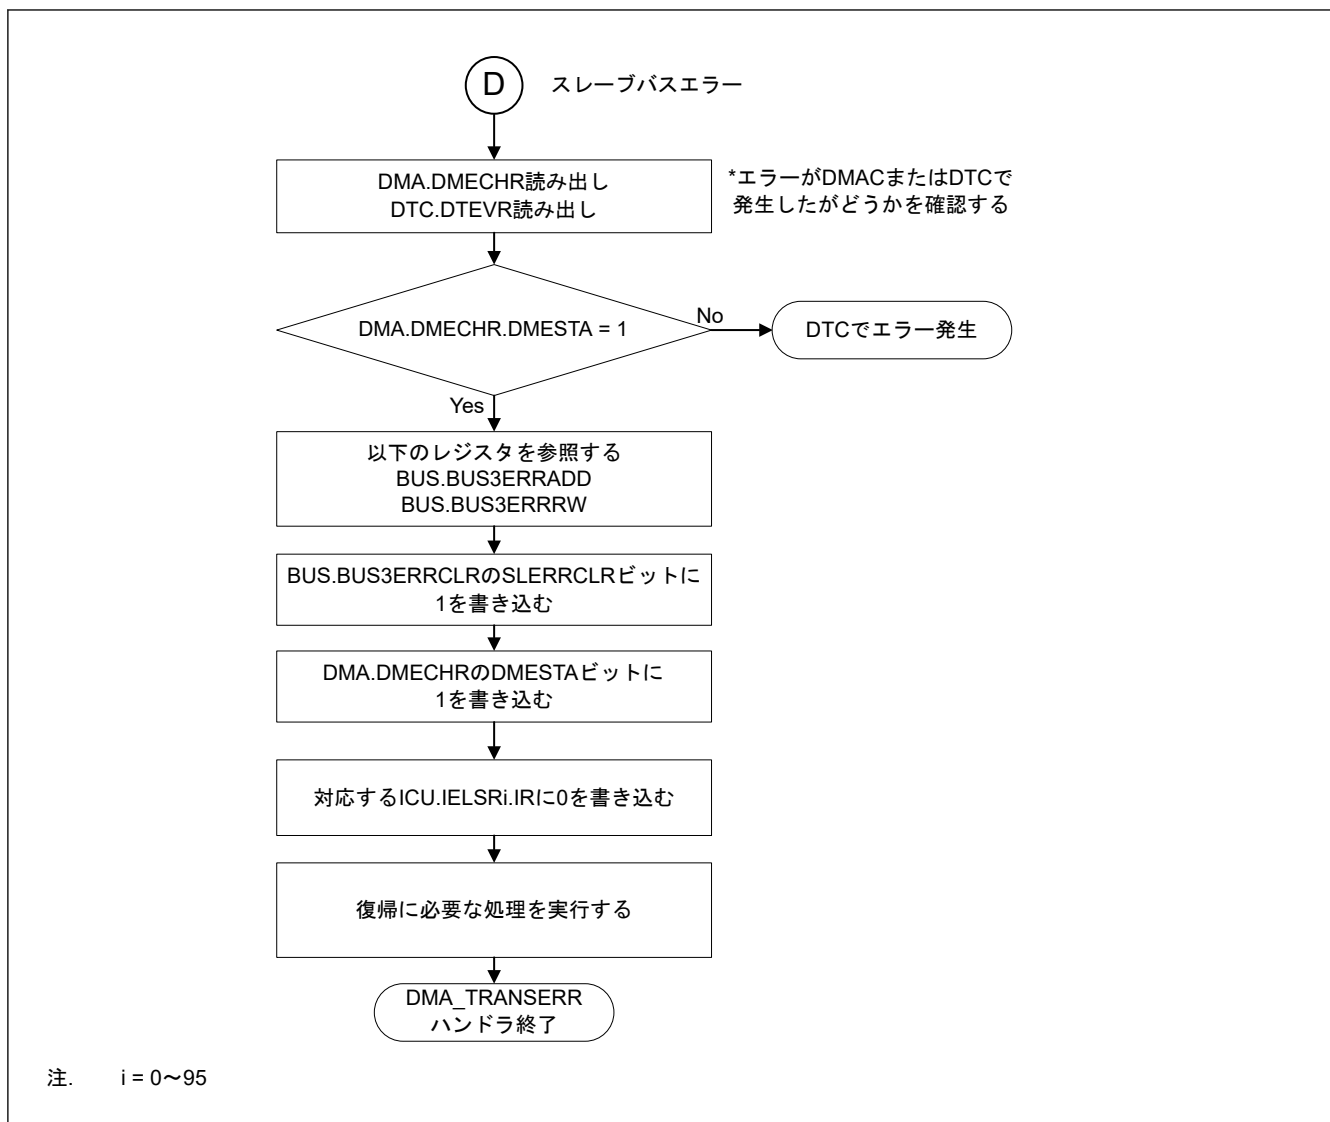

図 16.31 スレーブバスエラーによる DMA\_TRANSERR ハンドラの処理
- 図 16.31 に DMAC のスレーブバスエラーが発生したチャンネルとセキュリティ属性を確認するフローを示します。